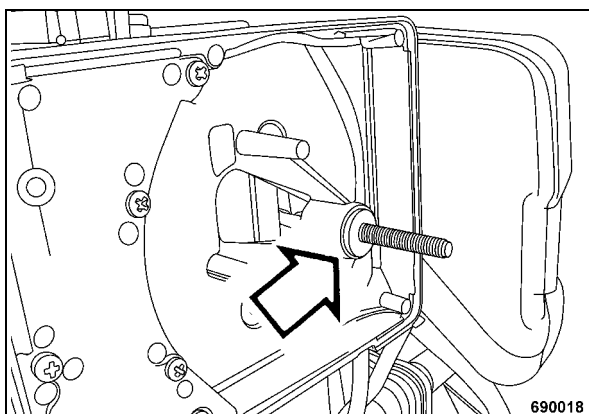

рис. 41
- Проверить резиновую прокладку, при необходимости, заменить поврежденную резиновую прокладку (рис. 41).